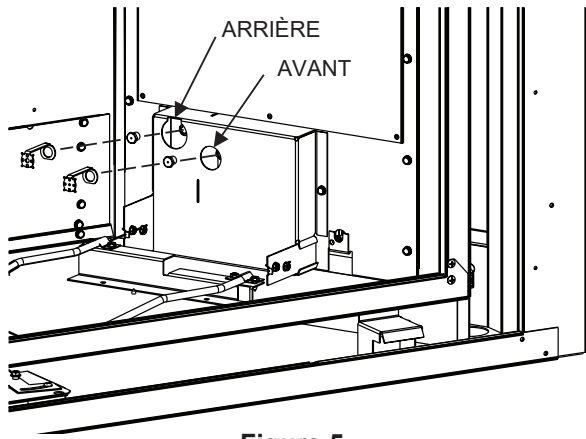

Figure 5
7. Repérer l'orifice marqué « 32 ». Utiliser une clé à douille longue de 7/16 de pouce pour poser l'orifice marqué « 32 » dans le porte-orifice arrière. Utiliser une pince à bec effilé pour visser la cible arrière dans le porte-orifice arrière. **Voir Figure 5.**
8. Repérer l'orifice marqué « 41 ». Utiliser une clé à douille longue de 7/16 pour poser l'orifice marqué « 41 » dans le porte-orifice avant. Utiliser une pince à bec effilé pour visser la cible avant dans le porte-orifice. **Voir Figure 5.**